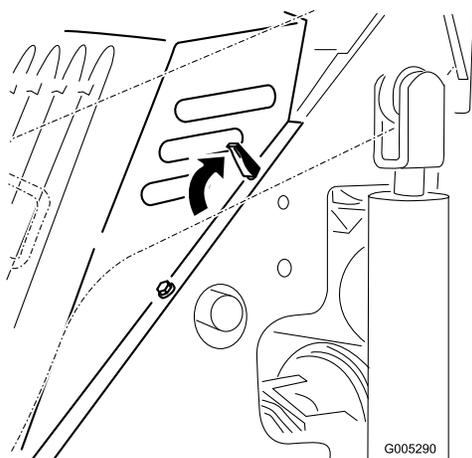

Рисунок 17
1. Поместите капот на раму тягового блока так, чтобы штыри капота вошли в отверстия рамы (Рисунок 17).
2. Закрепите капот, задвинув фиксирующие лепестки вперед и вниз (Рисунок 17)
3. Освободите четыре фиксирующих лепестка (Рисунок 17).